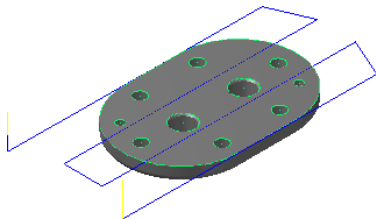

图 16.6 刀具路径
(2) 设置刀具号码。在“定义刀具-机床群组-1”对话框中的 **刀具号码** 文本框中, 将原有的数值改为 1。
(3) 设置刀具的加工参数。单击“定义刀具-机床群组-1”对话框中的 **参数** 选项卡, 在 **进给速率** 文本框中输入值 300.0, 在 **下刀速率** 文本框中输入值 150.0, 在 **提刀速率** 文本框中输入值 500.0, 在 **主轴转速** 文本框中输入值 600.0。
(4) 设置冷却方式。在 **参数** 选项卡中单击 **Coolant...** 按钮, 系统弹出“Coolant...”对话框, 在 **Flood** (切削液) 下拉列表中选择 **On** 选项。单击该对话框中的 **确定** 按钮, 关闭“Coolant...”对话框。
Step9. 单击“2D 刀具路径-平面铣削”对话框中的 **确定** 按钮, 完成加工参数的设置, 此时系统将自动生成图 16.6 所示的刀具路径。